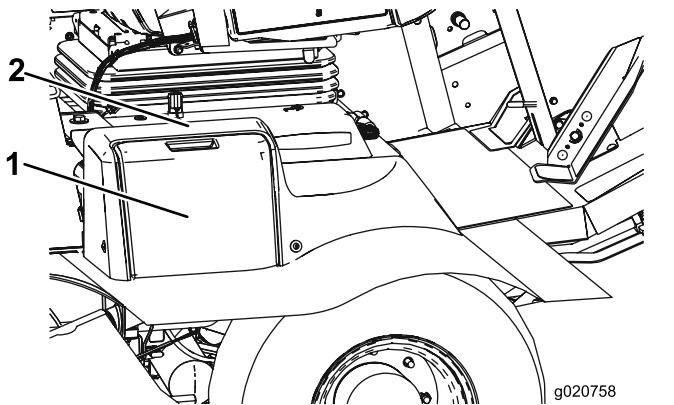

Рисунок 82
1. Откройте крышку аккумуляторной батареи сбоку на кожухе (Рисунок 82).
**Примечание:** Нажмите на плоскую поверхность над крышкой аккумуляторной батареи, чтобы облегчить снятие крышки (Рисунок 82).